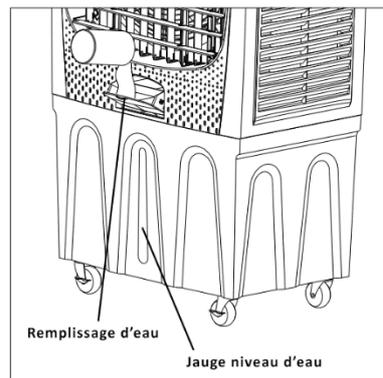

fig. 2
4. Ajoutez de l'eau à partir de l'entrée d'eau située sur la face avant (voir fig.2).
Le niveau d'eau doit se situer entre les lignes MIN et MAX (voir fig.2).